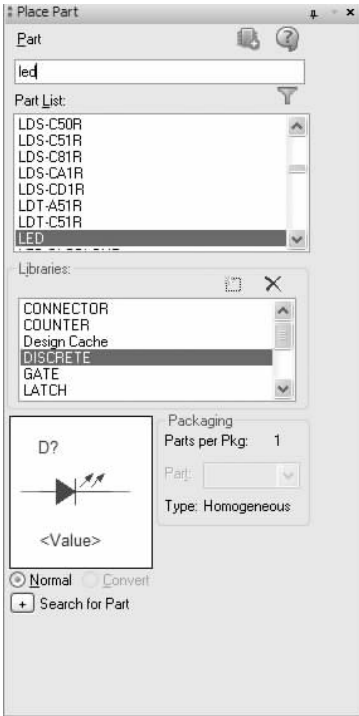

图 6-123 选择元器件 LED
2) 放置发光二极管元器件。在“Place Part (放置元件)”面板中选择“Discrete. olb (分立式元件库)”，在元器件过滤列表框中输入“led”，在元件预览窗口中显示符合条件的元器件，如图 6-123 所示。在元器件列表中选择“LED”，将元器件放置到图样空白处。